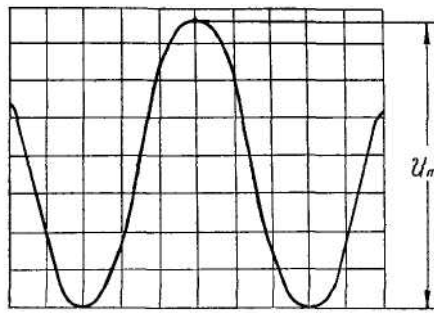

Рисунок 3 – Измерение полного размаха переменного напряжения.
– установите ручку « \updownarrow » вертикального смещения так, чтобы минимальный уровень сигнала совпадал с одной из нижних линий, а максимальный – находился в пределах экрана. Ручкой « \leftrightarrow » горизонтального перемещения сместить изображение таким образом, чтобы один из верхних пиков находился на вертикальной средней линии шкалы (рисунок 3);